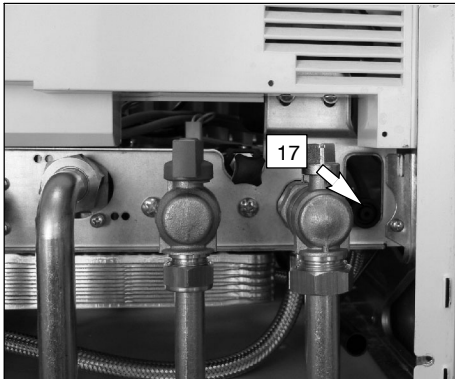

fig. 9.4
- 2 Abrir el grifo de vaciado del circuito primario 17 en la fig. 9.4